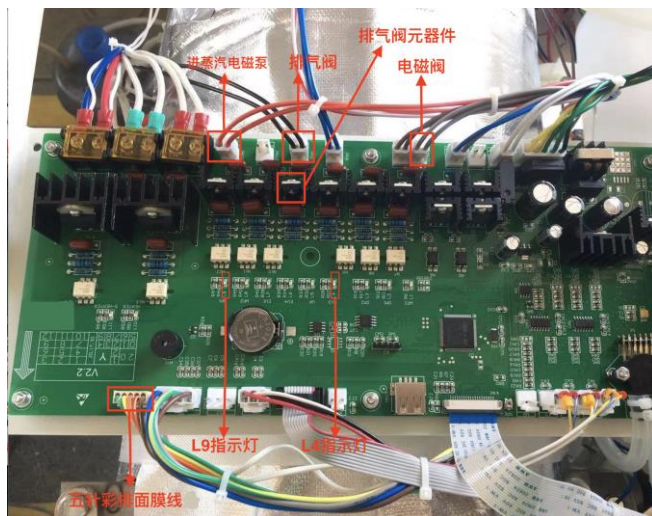

图2
- ④ 注入蒸汽阶段，注意进蒸汽电磁泵是否正常往蒸发器里注入蒸汽，若没有，**再看线路板上LED指示灯L9（图2）有无闪烁，如果没有闪烁，说明线路板上LED灯L9损坏**，如果有闪烁，再对进蒸汽电磁泵和电磁阀进行检查，或者对线路进行仔细检查看有无接触不良情况。**（线路上连接插头）（图2）**